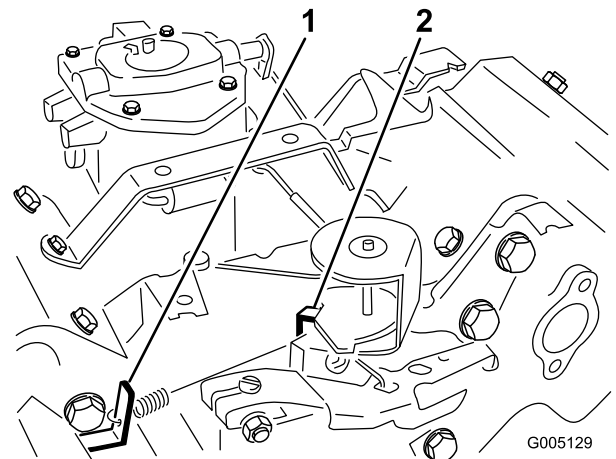

Bild 48
- Biegen Sie den Anker-Federmitnehmer (Bild 48), um eine Leerlaufgeschwindigkeit von 1.650 ± 100 U/min zu erzielen. Prüfen Sie die Motordrehzahl mit einem Drehzahlmesser.
- Stellen Sie den Gasbedienungshebel auf „Schnell“. Biegen Sie den Federankermittelnehmer in der Vollgaseinstellung (Bild 48), bis Sie